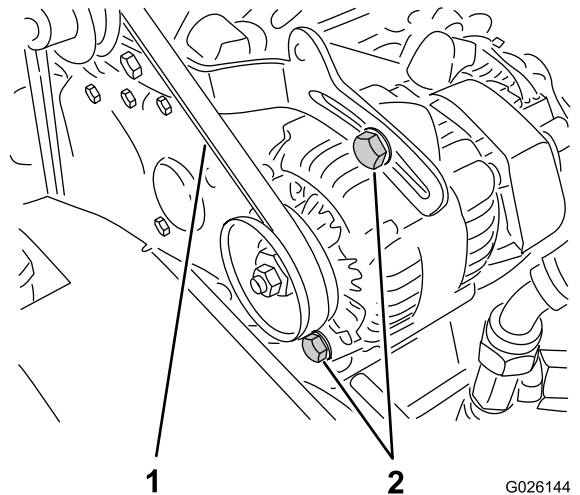

Figure 68
2. Contrôlez la tension de la courroie en exerçant une force de 10 kg sur le brin à mi-chemin entre les poulies d'alternateur et de vilebrequin (Figure 68).
- A. Desserrez les 2 boulons de fixation de l'alternateur (Figure 68).
B. A l'aide d'un levier, tournez l'alternateur jusqu'à ce que la tension de la courroie soit correcte, puis resserrez les boulons de fixation (Figure 68).